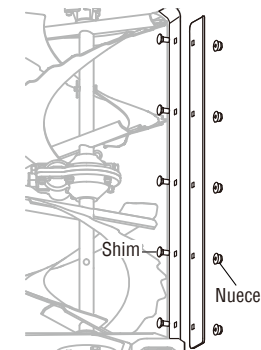

Fig.14
1. Coloque la sopladora de nieve de lado o en cualquier otra posición conveniente para colocar la barra rascadora. (Fig. 14)